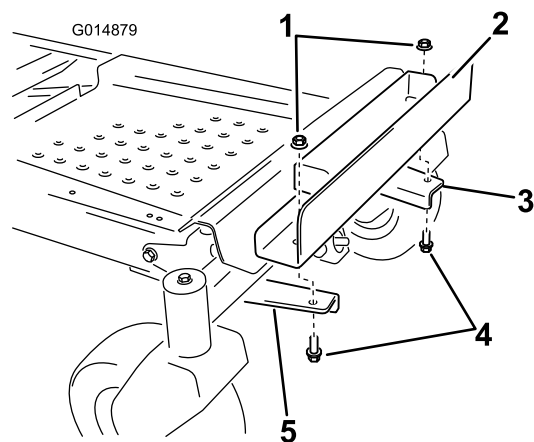

Figure 8
6. Montez le support de masse sur les supports de fixation en alignant les trous extérieurs du support sur les supports de fixation montés précédemment (Figure 8).
7. Fixez le support de masse au moyen de 2 boulons ($\frac{3}{8}$ " x 1") et 2 contre-écrous ($\frac{3}{8}$ ") (Figure 8).